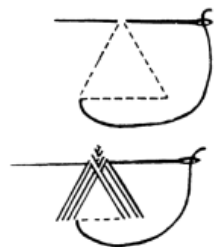

Рис. 297
— Сделайте крохотный стежок «вперед иголку» в верхнем углу треугольника (рис. 297).
5. Продолжайте следовать вдоль линий, обозначающих стороны треугольника, вводя иглу поочередно в линию основания, между предыдущими стежками, а затем вверху под последним сформированным стежком (рис. 297).